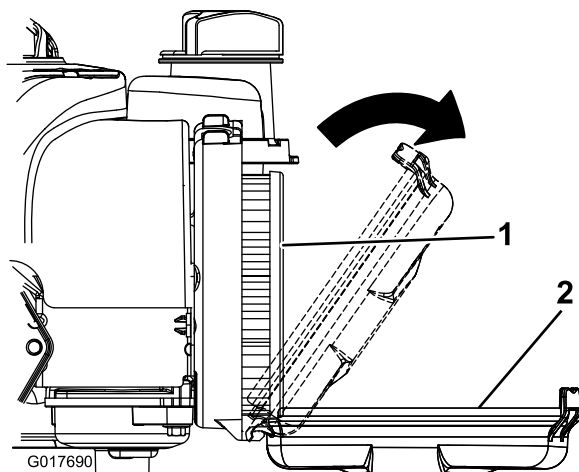

Figura 17
1. Svitare i fermi che fissano il coperchio del filtro dell'aria al motore (Figura 17).